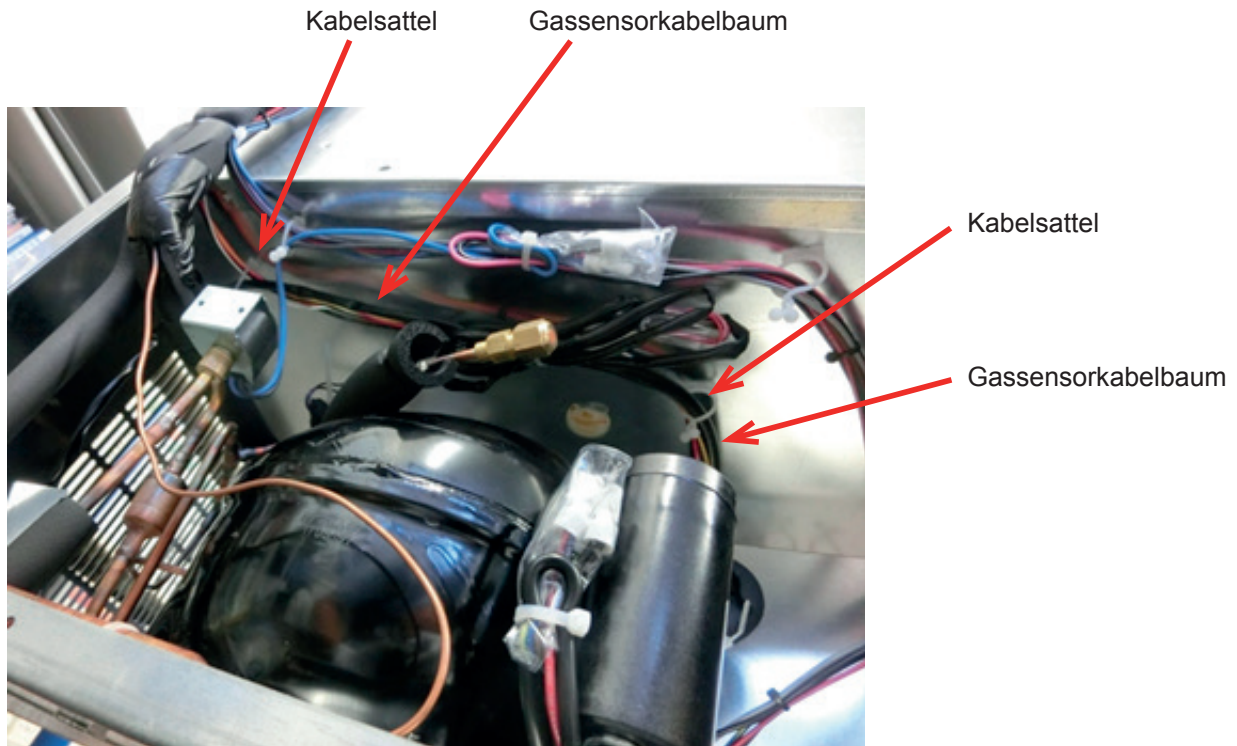

Abb. 40
16) Den Gassensorkabelbaum am Kabelsattel befestigen (siehe Abb. 40).